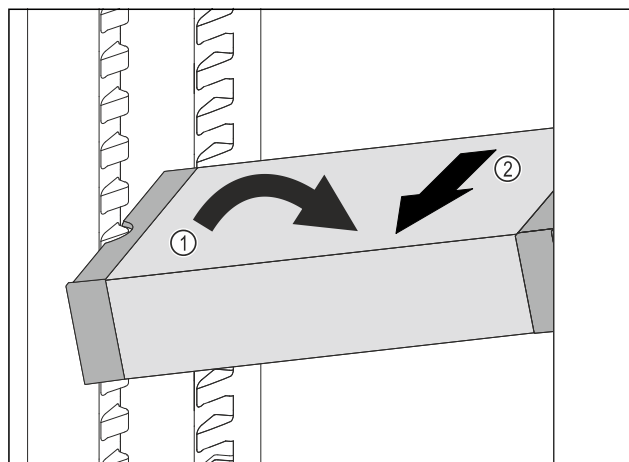

Fig. 68
- ▶ VarioSafe im Kühlteil schräg stellen. Fig. 68 (1)
- ▶ VarioSafe nach vorne entnehmen. Fig. 68 (2)